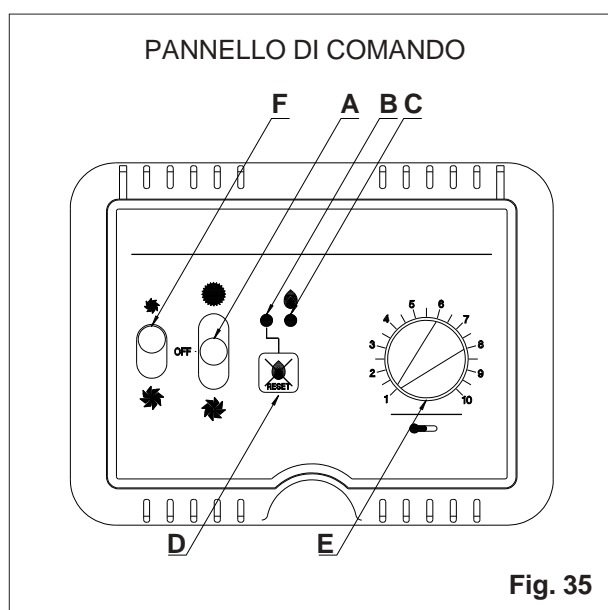

Fig. 35
11.2.2 (I richiami alle funzioni del pannello di comando che seguono si riferiscono alla fig.35).
- Ruotare la manopola del termostato ambiente (E) in senso orario verso il massimo valore.
- Portare il commutatore (A) verso l'alto, nella posizione "ON", per iniziare il ciclo di accensione. Verificare che il led rosso del tasto di "Reset" (B) sia spento.